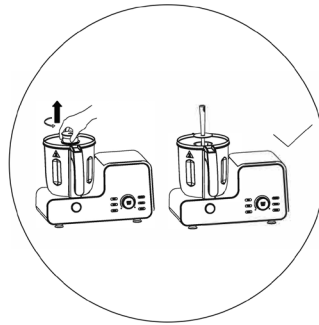

Fig.2
4. **NE PAS** étirer le râteau à nourriture dans le godet mélangeur, sinon le râteau endommagerait la lame et le moteur et les éclaboussures ou les courts-circuits provoqueraient des blessures ou des pertes matérielles, et la méthode appropriée consiste à ouvrir le gobelet gradué puis placez le râteau dans le gobelet à travers le trou du gobelet. (Voir la figure 2)